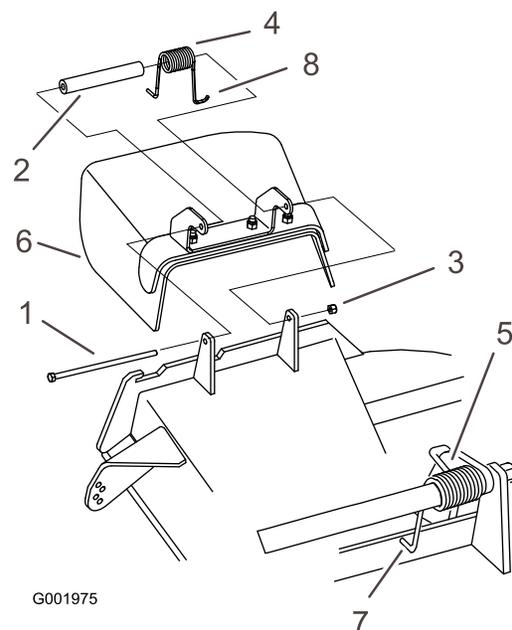

Figura 60
1. Retire la contratuerca, el perno, el muelle y el espaciador que sujetan el deflector a los soportes de pivote (Figura 60).
**Nota:** Asegúrese de colocar un extremo en J del muelle detrás del reborde de la carcasa antes de instalar el perno, según se muestra en Figura 60.
3. Instale el perno y la tuerca. Coloque un extremo en J del muelle alrededor del deflector de hierba (Figura 60).